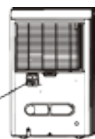

Fig. 9
- Scoateți dopul din spatele aparatului. Atașați un furtun de evacuare și întreprați-l spre scurgerea din pardoseală sau către o instalație de drenaj adecvat (vezi Fig. 9 și 10).